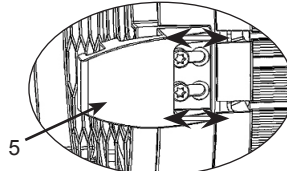

Abb. 8 / figure 8
- Die Einschubbreite der Halteklauen für Zubehör (5, Abb. 8) kann durch Lösen der Schrauben und Längsverschieben nach Bedarf verstellt werden (Abb. 8 Detail 1). Diese Funktion dient unter anderem auch zur Reduzierung von Streulicht zwischen Linse und Zubehör.
- In order to adjust the depth of the accessory brackets (5, figure 8), loosen the screws and slide the bracket to the desired position (figure 8 detail 1). This feature also helps reducing diffused light between lens door and accessory.